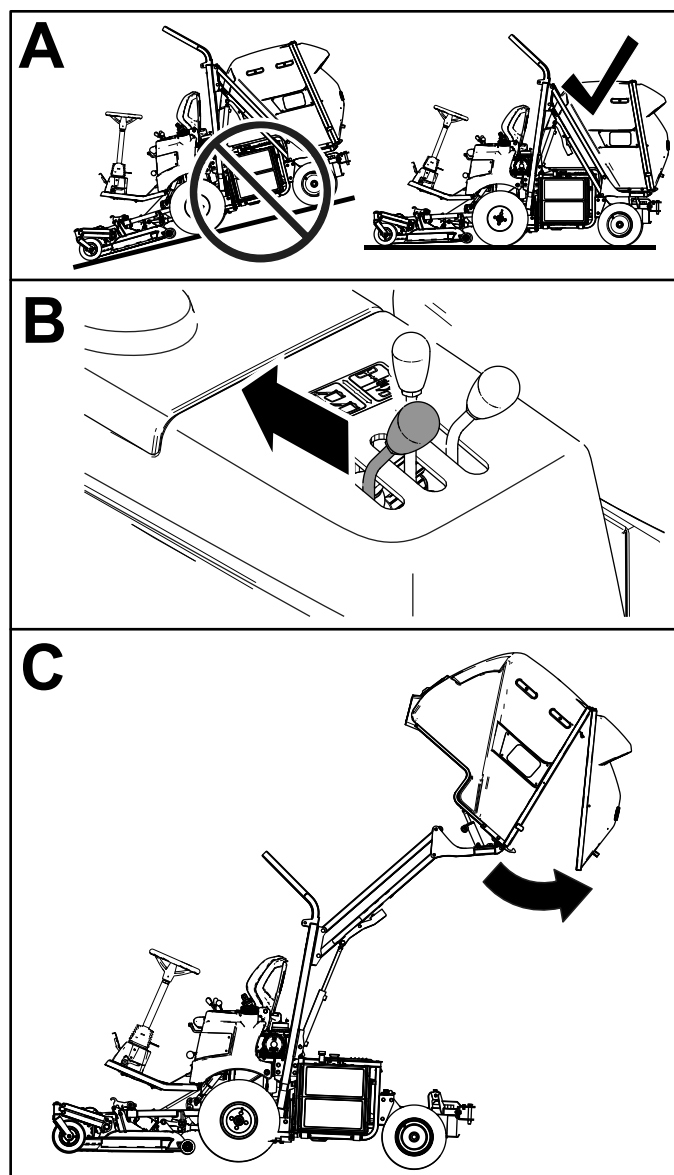

図 25
2. ダンプレバーを引くとホッパーにたまっている刈りかすをダンプします 図 25。